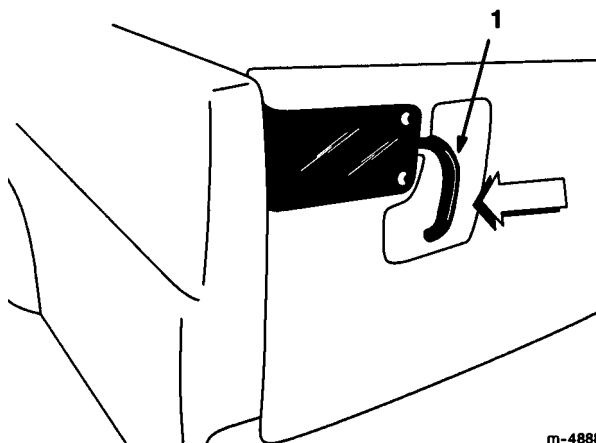

図11
1. テールゲートを開くには、ラッチを外側に押す（図11）。